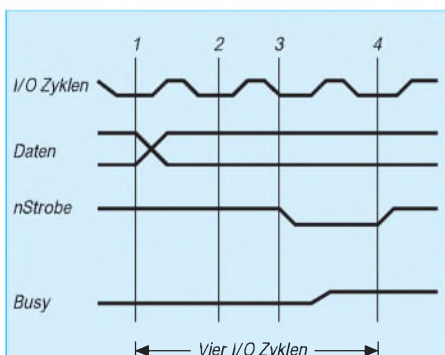

Bild 1: Funktionsweise der Centronics-Schnittstelle.
mal die Funktion der klassischen Centronics-Schnittstelle dargestellt werden. Bild 1 zeigt den Ablauf bei der Ausgabe eines Zeichens oder eines Bytes. Es sind minimal vier CPU-I/O-Zyklen erforderlich. Zunächst wird das Datum in das Datenregister geschrieben (1). Das Busy-Bit im Druckerstatusregister zeigt, ob der Drucker Daten annehmen kann (2). Ist der Drucker bereit, wird Strobe mit Low-Pegel aktiviert (3). Die CPU muß dann Strobe wieder inaktiv schalten (4). Wie man sehen kann, sind eine Menge Ein- und Ausgabebefehle nötig, um ein einziges Zeichen an die Peripherie zu übermitteln. Daraus resultiert die relativ geringe Transfergeschwindigkeit von maximal 150 kHz/s.